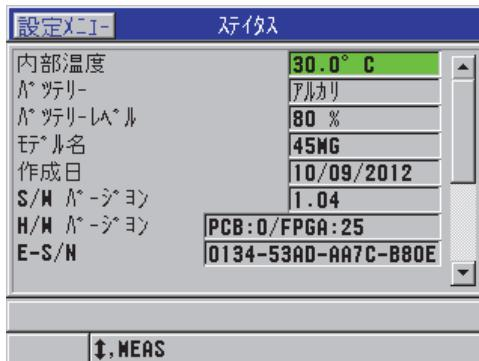

図 12-5 ステータス画面の例
2. SP メニュー（45 ページの図 4-2 を参照）で、ステータス（211 ページの図 12-5 を参照）を選択します。